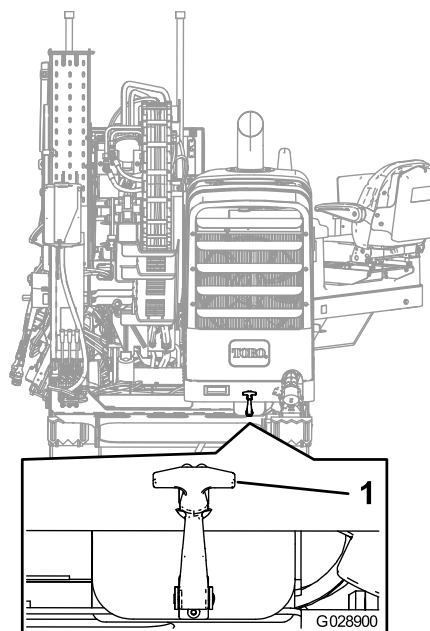

Рисунок 60
2. Потяните защелку капота наружу (Рисунок 60).